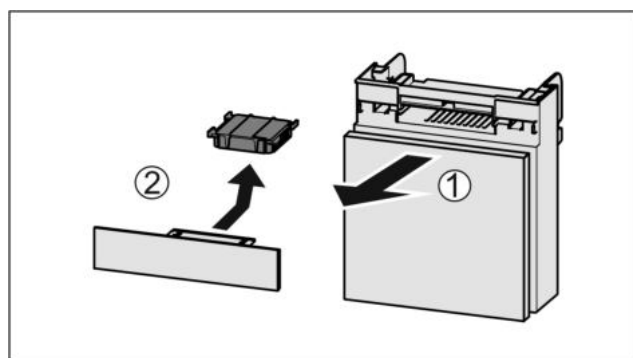

Fig. 56
- ▶ Издърпайте Fig. 56 (1) напред отделениято.
- ▶ Извадете Fig. 56 (2) филтъра с активен въглен.